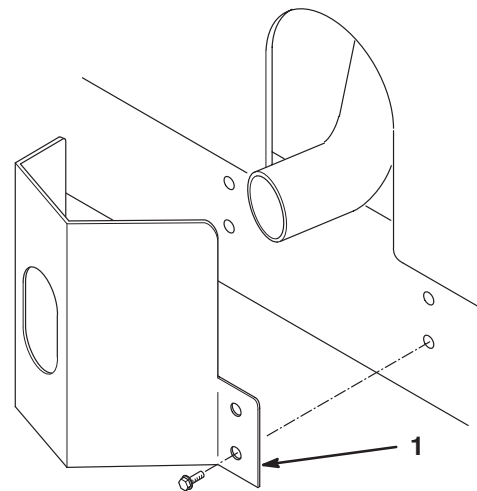

Bild 5
1. Positionieren Sie das Auspuffschutzblech um den Schalldämpfer, während Sie gleichzeitig die Befestigungslöcher auf die im Rahmen abstimmen (Bild 5).
2. Befestigen Sie das Auspuffschutzblech mit vier Blechschrauben am Rahmen (Bild 5).